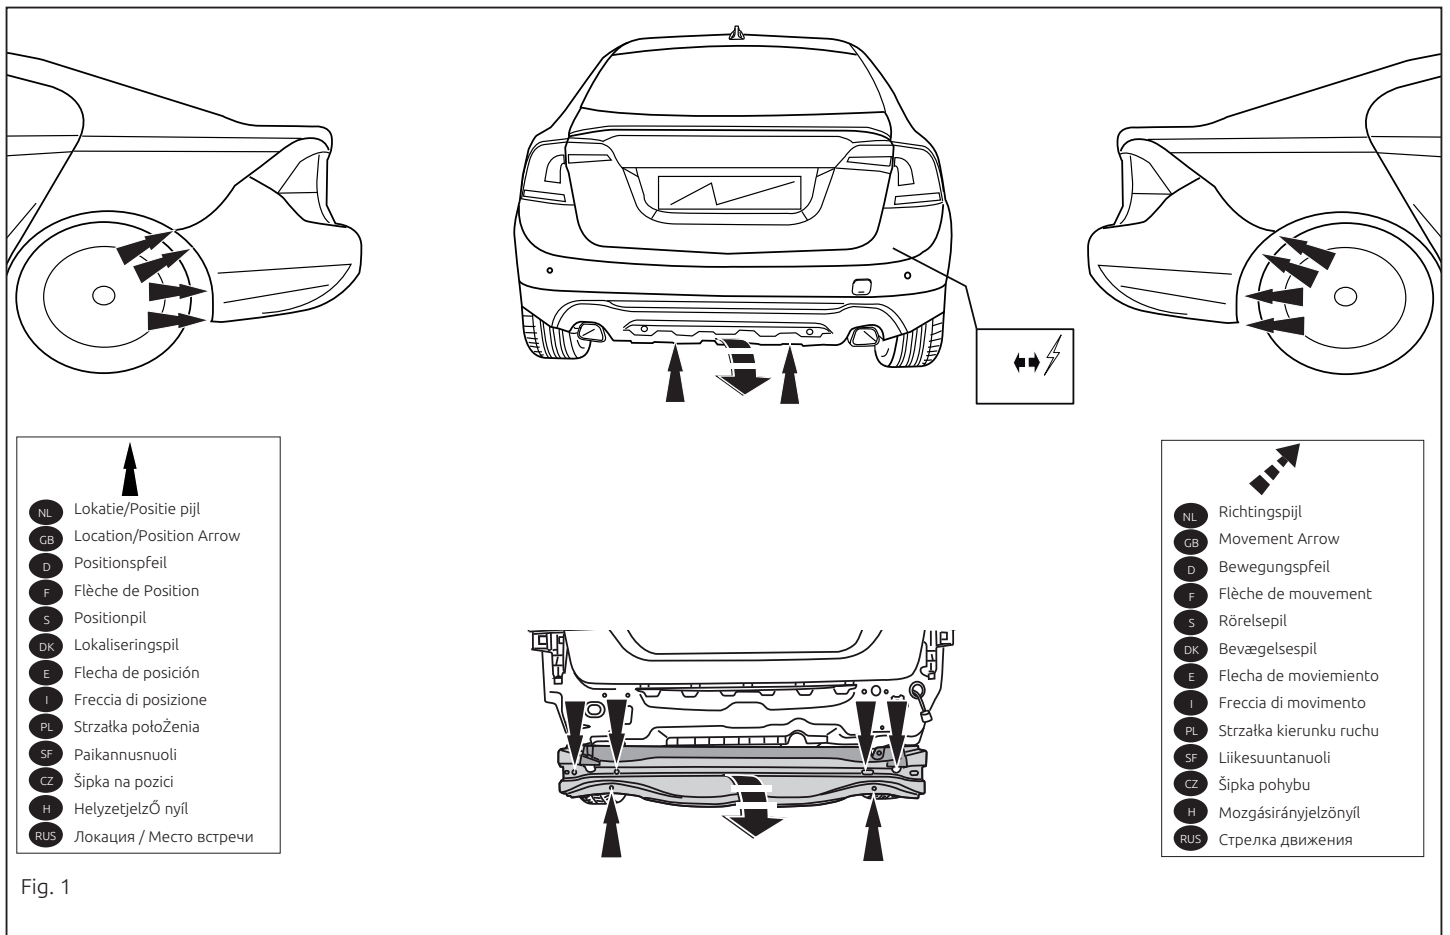

Fig. 1
1. Die Stoßstange einschließlich des stählernen Stoßbalkens vom Fahrzeug abmontieren. Siehe Abbildung 1.
- Voir la figure 1.